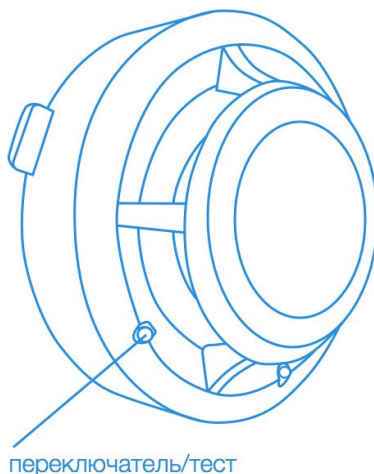

Рис. 3 Переключатель датчика дыма
- 2) С помощью переключателя (рис. 3).